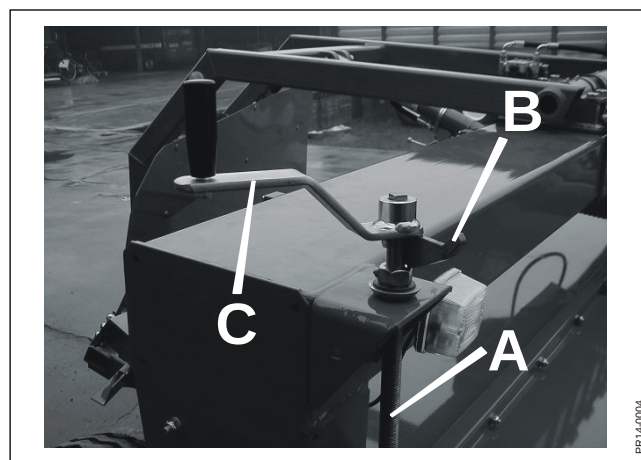

Fig. 3-10
Fig. 3-10 De lodrette fjedre **A** justeres ved at frigøre låsen **B** og dreje med håndtaget **C**. Bemærk: Håndtaget er det samme som anvendes til indstilling af stubhøjden.
- Ved at løsne de vandrette TopSafe fjedre en anelse (se fig. 3-12), og spænde de lodrette fjedre en anelse (se fig. 3-10).